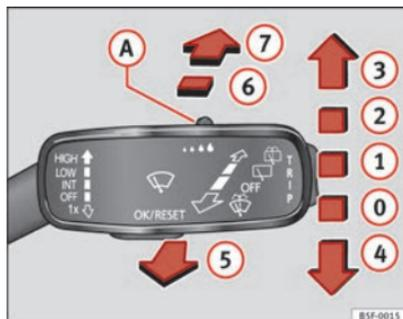

Abb. 70 Bedienung von Windschutz- und Heckscheibenwischer
- Scheibenwischerhebel kurz nach unten drücken ⇒ Abb. 70 ④.